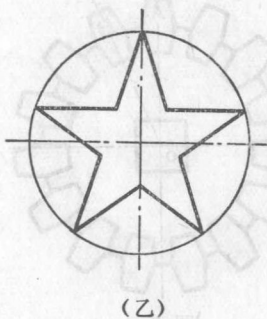

图 7-6
在迎风飘扬的五星红旗上，有着五颗金光闪闪的五角星。划五角星时要把一个圆周五等分，它的划法如下〔图 7-6 (甲)〕：
(4) 以 A 为圆心, AQ 长为半径划弧交圆于 B, E ;
(5) 分别以 B, E 为圆心, AQ 长为半径划弧交圆于 C, D , 则 A, B, C, D, E 就是五个等分点。把五个等分点间隔连结〔图 7-6 (乙)〕, 即得五角星。